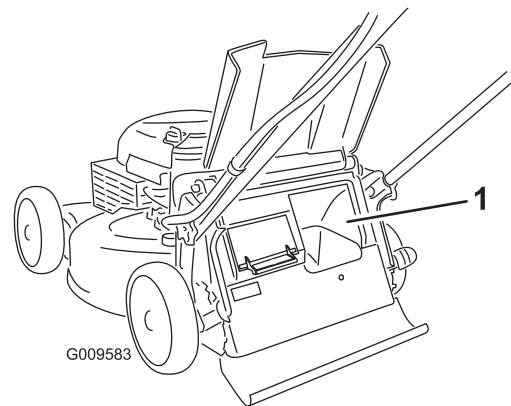

**Figura 19**
- Para ensacar los recortes de hierba y hojas, presione hacia dentro el botón de la palanca de ensacado a demanda y mueva la palanca hacia delante hasta que salga el botón de la palanca (Figura 19).